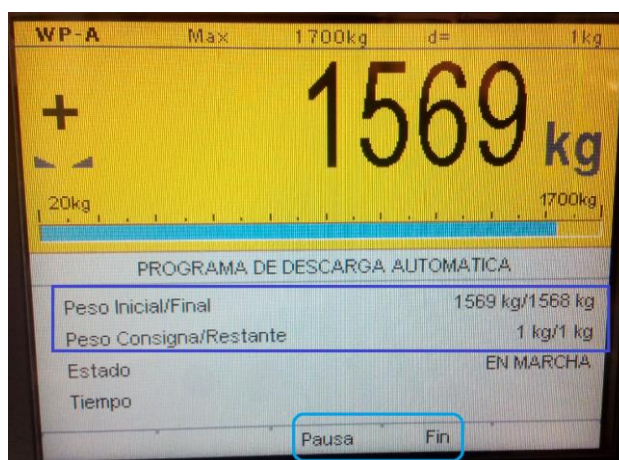

Figura 5. Pantalla mostrada durante la retirada de nitrógeno.
5. Una vez se pulse 'Ok', comenzará la descarga. La pantalla muestra una 'cuenta atrás', en la que se refleja el total de kilos solicitados y la cantidad que resta por ser servida, así como los pesos inicial y final del tanque y el estado del equipo 'En marcha' (ver figura 5).